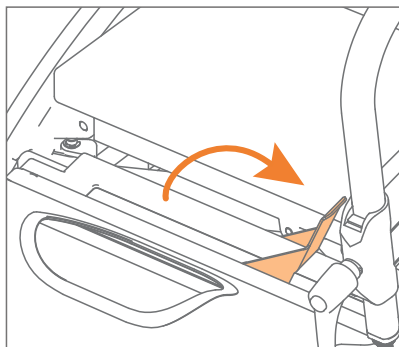

Figura 56: Sblocco del pacchetto della sedia a rotelle.
- a. Tira su la maniglia rossa senza forza. In questo modo i bulloni di bloccaggio vengono legati e il pacchetto della sedia a rotelle sbloccato (**Figura 56**).